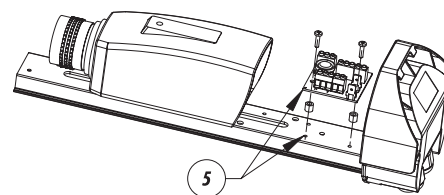

Fig. 3
- Fissare il circuito stampato utilizzando i fori predisposti sulla slitta interna nei pressi del fondo posteriore (Fig. 3, punto 5).
- Fixer le circuit imprimé en utilisant les orifices prévus sur la glissière interne à proximité du fond postérieur (Fig. 3, point 5).
- Fix the PCB using the prepared holes on the inner slide near the back (Fig. 3, point 5).
- Die Druckschaltung in den Löchern des Innenschlittens in der Nähe der hinteren Abdeckplatte befestigen (Fig. 3, Punkt 5).